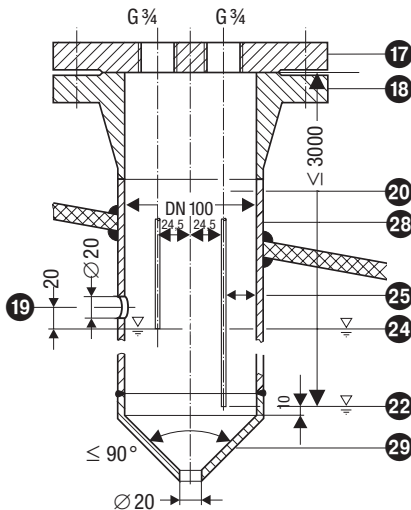

Fig. 18 Skyddsrör (inbyggt i pannan) vid användning som torrkokningsskydd kombinerat med nivåreglering och högnivåvakt
- En nivåelektrod NRG 1...-51 kan inmonteras med en GESTRA låg-nivåelektrod, eller nivåtransmitter i gemensamt skydds rör eller mätkärl (innerdiameter 100 mm), t.ex. för nivåreglering och torrkokningsskydd. **Fig. 18.** Vid användning en nivåelektroden NRG 1...-50 (torrkokningsskydd) måste denna vid invändig inmontering befinna sig minst 40 mm från övre utjämningshålet.